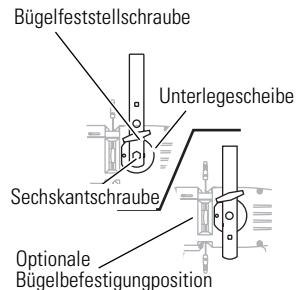

Abbildung 1
2. Den Scheinwerfer in die gewünschte Position setzen. Siehe **Abbildung 1**.